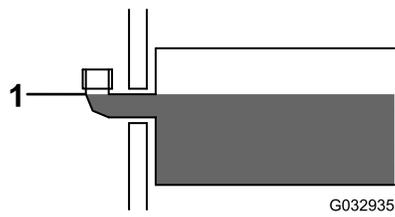

Bild 34
- Nehmen Sie den Fülldeckel vom Hydraulikbehälter ab (Bild 34).
- Füllen Sie den Behälter langsam bis zum Füllkrümmer mit Hochleistungshydrauliköl von BOSS (Bild 34).